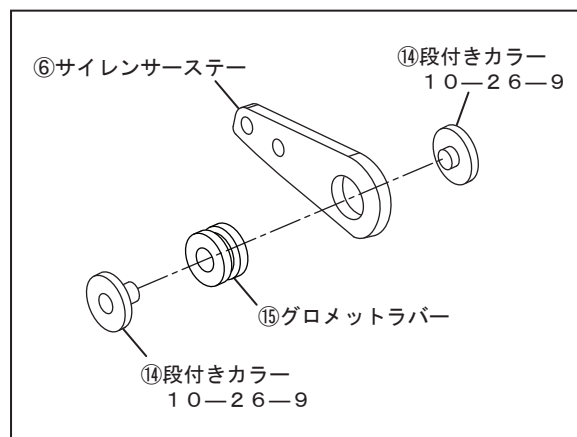

FIG. 8
6. ⑭段付きカラー10-26-9、⑮グロメットラバーを⑥サイレンサーステーに取り付けて下さい。次に、③サイレンサーバンドに④サイレンサーバンド用スペーサーラバーを取り付けてから②サイレンサーに通し、サイレンサーカバー前端から62mmの位置に③サイレンサーバンド前端を合せてから⑦ボタンボルトM6×15、⑨SUSワッシャM6×13、⑫フランジナットM6を使用して、⑥サイレンサーステーを仮締めして下さい。(FIG. 8, 9, 10 参照)